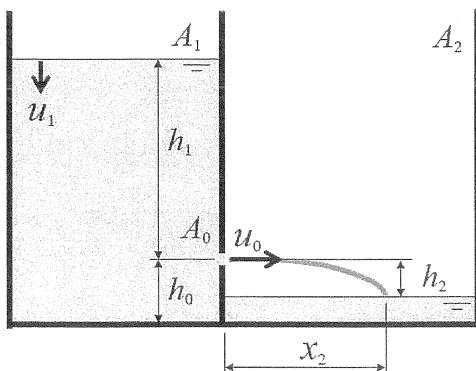
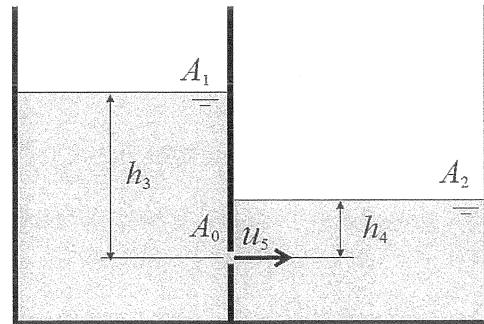

図1
図2
[7] 図1に示すように、仕切り板によって2つの領域に分割されている水槽があり、その左側をタンク1、右側をタンク2とする。また、仕切り板には底面から高さ h_0 の位置に断面積 A_0 の孔を有しており、タンク1の開口面積を A_1 、タンク2の開口面積を A_2 とする。いま、タンク1の水面は孔から h_1 の高さにあり、孔からタンク2に向かって水平方向に流速 u_0 にて水が放出されている。放出された水は孔から水平方向に x_2 、垂直方向に h_2 落下した地点に着水している。図1の状態から一定時間経過後、タンク2の水面が孔の位置より高くなり、図2に示す状態となった。この時、以下の問い合わせに答えなさい。ただし、重力の加速度を g とし、孔を通過する際の流体のエネルギー損失は無視する。また、孔から放出された水は空気抵抗を受けないものとし、 A_0 は A_1 および A_2 と比較して十分小さいものであるとする。
- (1) 図1の状態において、タンク1の水面の降下速度を u_1 とすると、 u_1 を A_0 、 A_1 および h_1 を用いて表しなさい。
- (2) 図1の状態において、孔から着水地点までの水平方向距離 x_2 を u_0 および h_2 を用いて表しなさい。
- (3) タンク2が空の状態から、タンク2の水面が孔の高さに達するまでの時間 T_1 を A_0 、 A_1 、 A_2 および h_0 を用いて表しなさい。
- (4) 図2の状態において、孔からの水面高さは、タンク1が h_3 、タンク2が h_4 である。この時に孔を通過する流速 u_5 を h_3 および h_4 を用いて表しなさい。
- (5) 図2の状態から、両タンクの水面高さが等しくなるまでの時間 T_2 を A_0 、 A_1 、 A_2 、 h_3 および h_4 を用いて表しなさい。